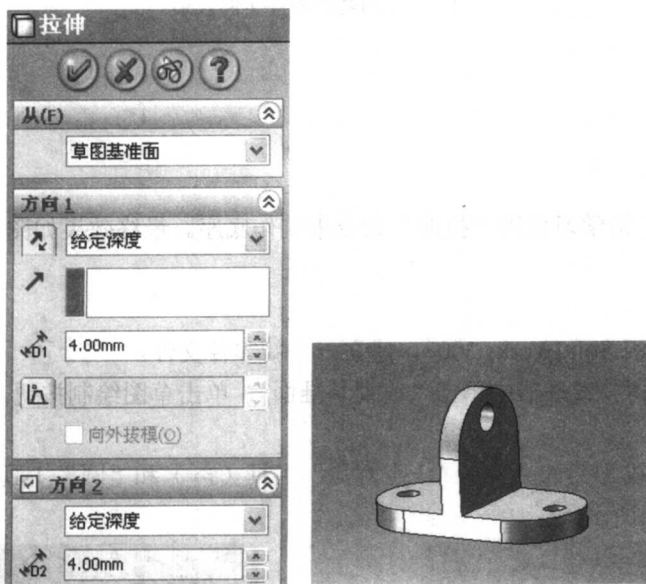

图 1-6 “拉伸”属性管理器和拉伸效果
(6) 单击特征工具栏中的“拉伸”按钮打开“拉伸”属性管理器, 将方向 1 和方向 2 面板中的“深度”均设置为 4mm, 然后单击“确定”按钮, 生成拉伸效果。旋转视图, 如图 1-6 所示。